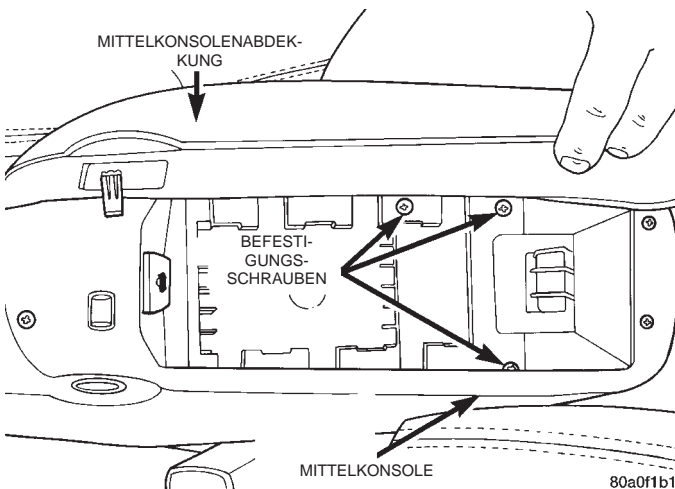

Abb. 121 Befestigungsschrauben am hinteren Teil der Mittelkonsole
(2) Die 3 Schrauben (Abb. 121) lösen, mit denen der hintere Teil der Mittelkonsole an der Konsolenhalterung befestigt ist.
(12) Die 3 Schrauben eindrehen, mit denen der hintere Teil der Konsole an der Konsolenhalterung befestigt wird (Abb. 121).